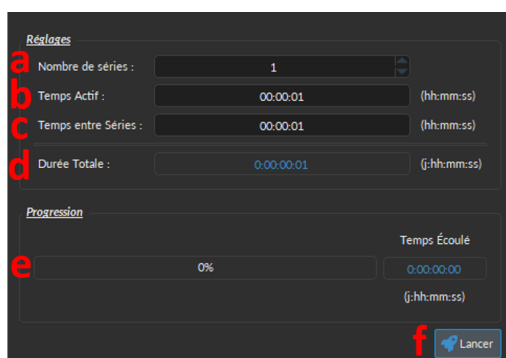

Figure 4.3 – Fenêtre Série Chrono.
2. Le bouton **Séries Chrono.** ouvre la fenêtre Série Chrono. (Fig. 4.3). Cet outil permet à toutes les chaînes de partager la même temporalité. La fenêtre est composée de :